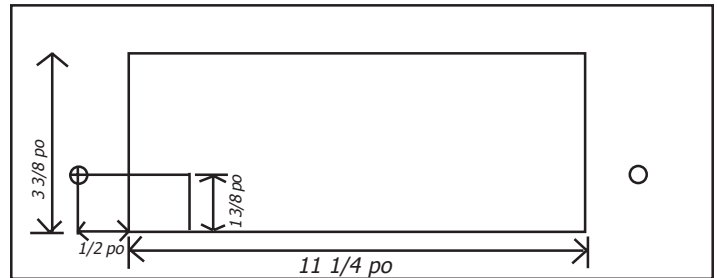

Figure 3 : dimensions de découpe pour l'installation de la télécommande
Percer les trous pilotes pour les vis (2). Voir figure 3